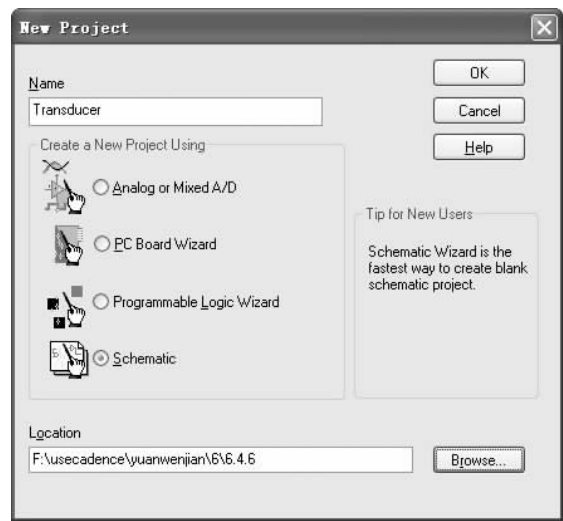

图 6-269 “New Project”对话框
- 1) 在 Cadence 主窗口中，选择菜单栏中的“Files（文件）”→“New（新建）”→“Project（工程）”命令，或单击“Capture”工具栏中的“Create document（新建文件）”按钮，弹出“New Project（新建工程）”对话框，创建工程文件“Transducer.dsn”，如图 6-269 所示。在该工程文件夹下，默认创建图样文件 SCHEMATIC1，在该图样子目录下自动创建原理图页 PAGE1。